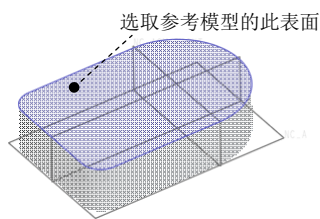

图 3.2.6 选取拉伸终止面
④ 选取深度类型并输入深度值。在操控板中选取深度类型, 选取图 3.2.6 所示的参考模型表面为拉伸终止面。
⑤ 预览特征。在操控板中单击“预览”按钮, 可浏览所创建的拉伸特征。
⑥ 完成特征。在操控板中单击“完成”按钮, 则完成特征的创建。